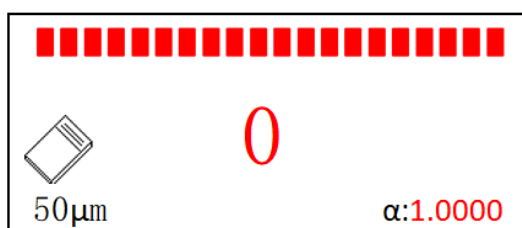

Рисунок 29. неверная подложка
- «0» (Рисунок 29): неверная подложка; проверьте тип подложки;